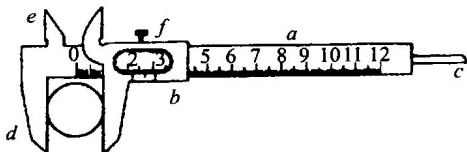

图 2-1
游标卡尺的构造如图2-1所示.其主要部分为一根主尺 $a$ 和一个套在主尺上可以沿着主尺滑动的游标尺 $b$ .还有附在两个主要部分上的其他部件:①内测脚(也称上爪) $e$ :用来测量槽的宽度和管的内径.②外测脚(也称下爪) $d$ :用来测量零件的厚度和管的外径.③窄片 $c$ :固定在游标尺上,用来测量槽、孔和筒的深度.④固定螺丝 $f$ :读数时,为了防止